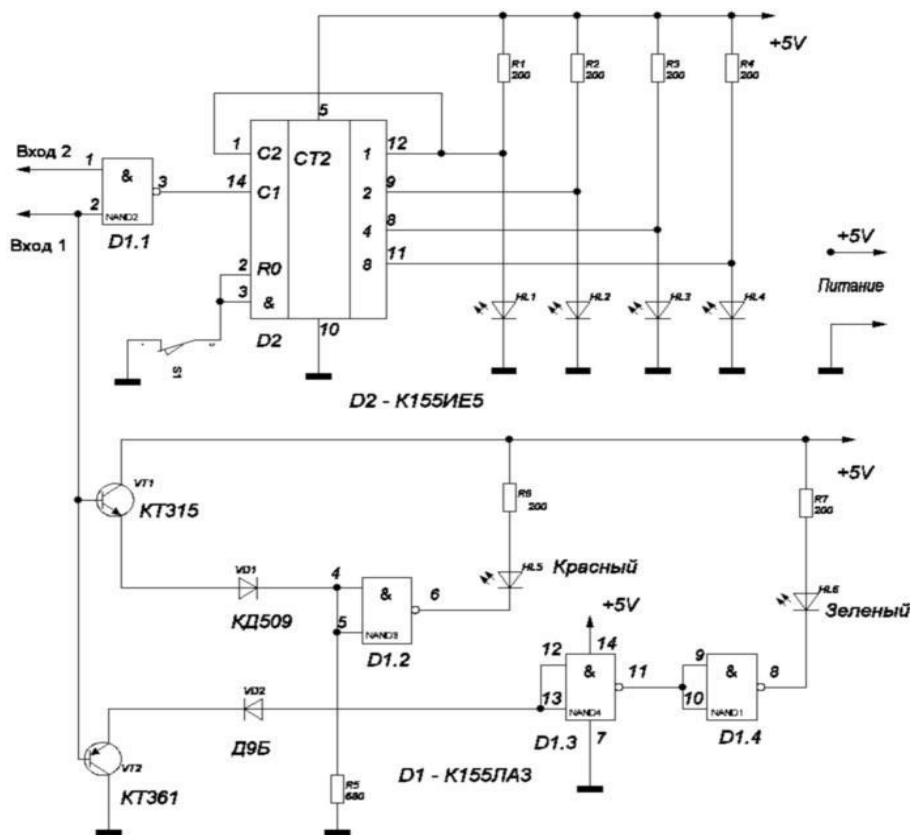

Рисунок 2
1. На формате А3 выполнить чертеж схемы (рисунок 2, Практическая работа №15) соблюдая требования ЕСКД.